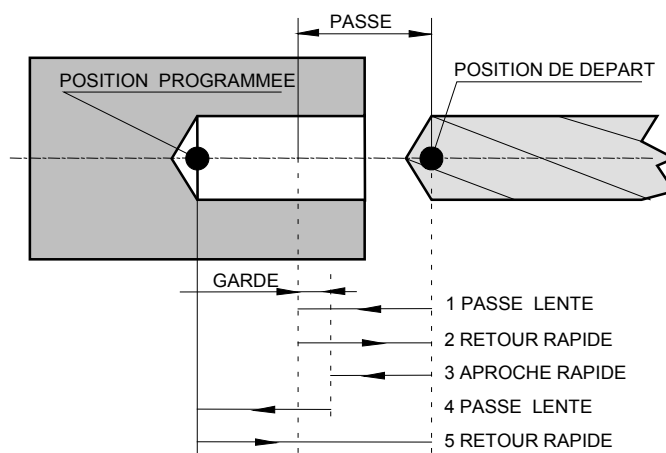

Figure 5-6 : Perçage avec déburrage
- 0 = recul rapide de l'outil jusqu'à l'extérieur (voir Figure 5-6). Dans ce cas, l'outil retourne en vitesse rapide jusqu'à la position de départ, avance ensuite à vitesse rapide jusqu'à l'ancienne position usinée **soustraite** d'une valeur appelée Garde. Il effectue alors une avance lente de la valeur de la garde, puis la passe proprement dite. La garde est configurée par l'instruction INIT 6 (voir paragraphe 5.4) et vaut par défaut 0,1 mm.